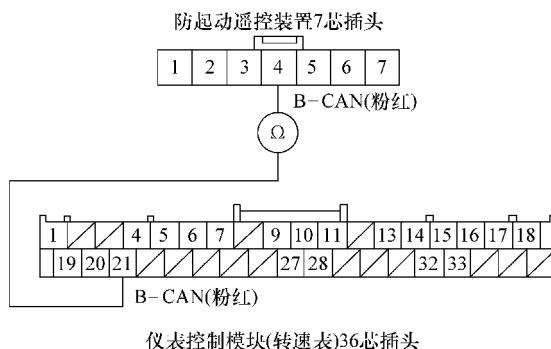

图 10-11 测试 4 号端子与 21 号端子之间的导通性
- 9) 如图 10-11 所示, 检查防起动遥控控制装置 7 芯插头 4 号端子与仪表控制模块 (转速表) 36 芯插头 21 号端子之间的导通性。是否导通?